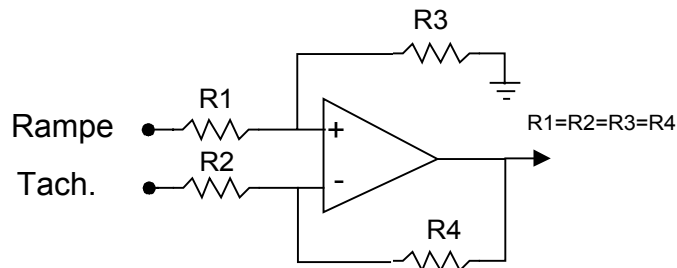

FIGURE 4-11 COMPAREUR D'ERREUR
• **Le comparateur** (Figure 4-11)